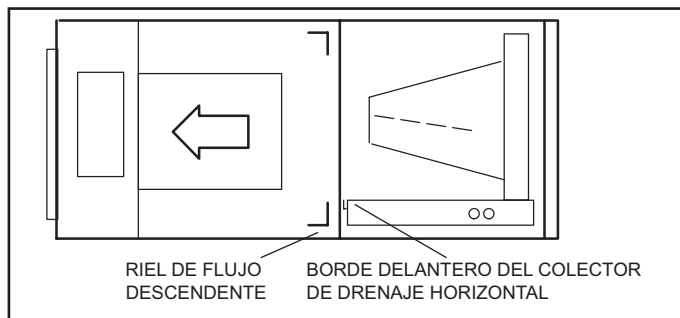

FIGURA 8. Configuración de descarga a la izquierda
- 10 - Instale el protector contra el goteo horizontal (modelo -060) en el borde delantero del colector de drenaje horizontal como se ilustra en la Figura 8.